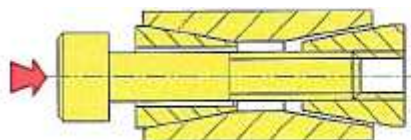

Fig. 1
**P30-R / P60-B:** togliere tutte le viti a brugola ed avvitare i bulloni M8 nei filetti di estrazione posti sotto i bulloni argentati. Si potrà così togliere l'anello frontale del morsetto ( in condizioni normali l'anello frontale si allenta in modo autonomo. Vedere Fig. 1 & 2).